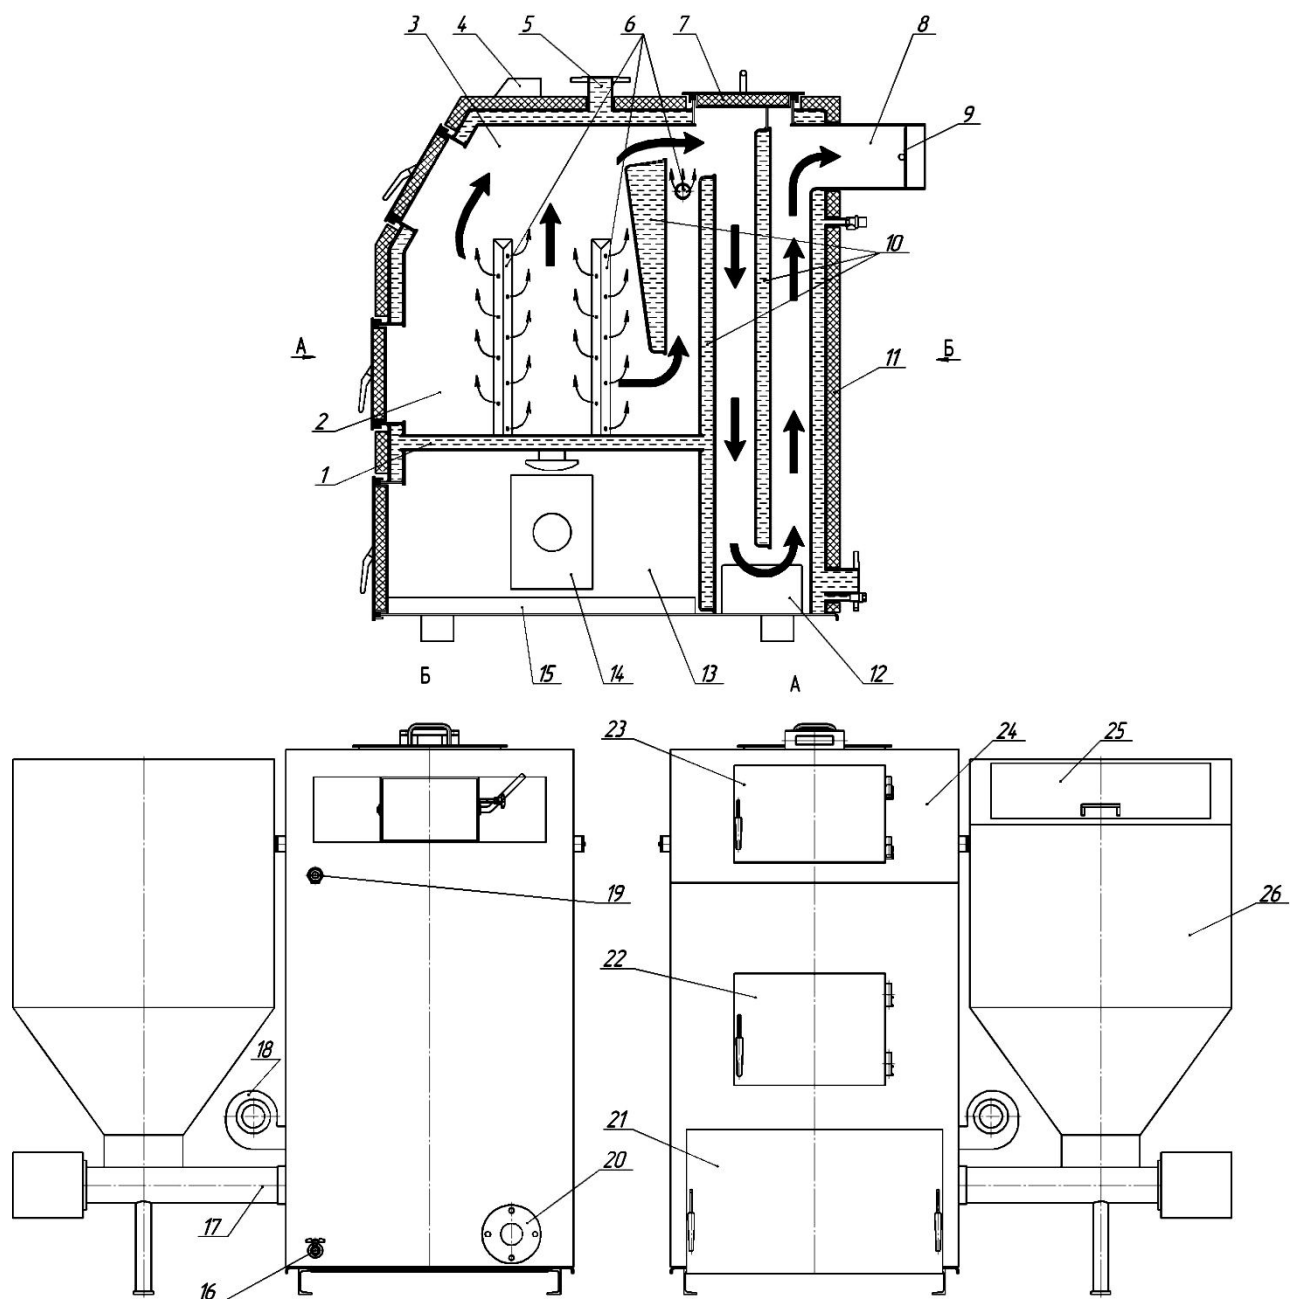

Рис.1 Будова котлів «4 Ду»
5.1 Котел виконаний у вигляді шафи прямокутної форми зі скосом спереду, що встановлюється на підлозі (Рис.1) і складається з наступних основних частин: конвективно - контактного сталюого теплообмінника 3 з камерою згоряння (топкою) 2, яка охолоджується водою і перегородкою прямою 10, димоходу 8 з шибром газоходу поворотним 9, колектора 6,
Подачу повітря, в кількості необхідній для якісного згоряння палива, забезпечує вентилятор 18 (Рис.1), забезпечує а вимикає і вмикає його, контролюючи тим самим інтенсивність горіння палива і, відповідно, підтримуючи задану температуру котлової води, мікропроцесор 4. Також мікропроцесором 4 відбувається контроль подачі палива з бункера 26 до пелетного пальника 14 за допомогою мотор-редуктора. Спочатку повітря, надходить в камеру 13 по всій його довжині і, в якості **первинного повітря**, рівномірно поступає до палива знизу по всій площі топки. Проходячи через шар палива **первинне повітря** забезпечує горіння палива по всьому його об'єму і одночасно. Таке горіння по своїй природі близьке до піролізу. Одночасно повітря з камери піддувала, через колектори подачі вторинного повітря 6, поступає в простір над паливом, що горить (зона полум'я) в якості **вторинного повітря**, чим забезпечується догорання продуктів неповного окислення палива (особливо оксиду вуглецю СО та сажі) які утворюються при піролізі палива. Оскільки **вторинне повітря** поступає в простір над паливом, останнє інтенсивніше вигорає **зверху**.